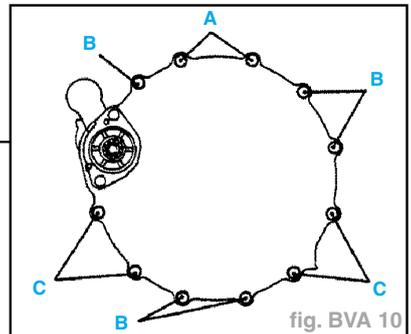

fig. BVA 10
- Les dimensions de boulons de montage varient en fonction de leur position de montage, veiller par conséquent à ne pas les confondre (2800D) (fig. BVA 10).